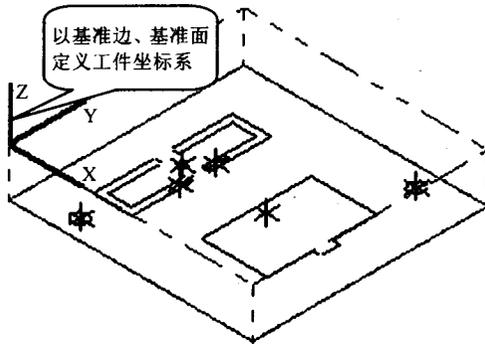

图 1-5 以基准边、基准面定义工件坐标系
- 以工件的基准边、基准面作为工件坐标系，如图 1-5 所示。